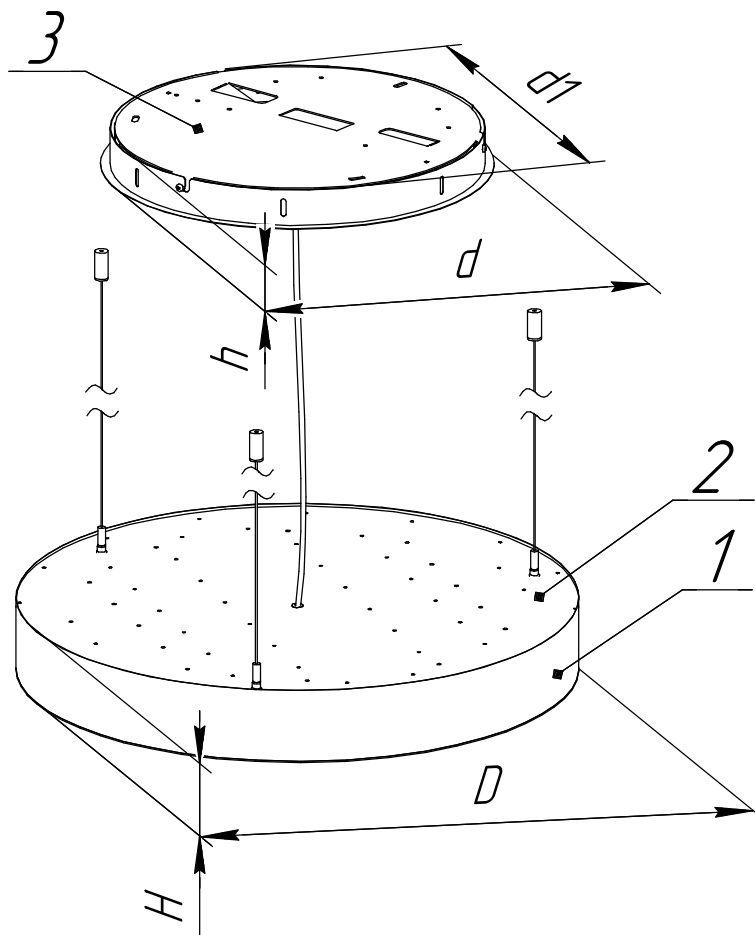

Рисунок 1 - Светильник серии ДСО33 Horizon Sun
5.11 Снимите защитную пленку с корпуса и рассеивателя поз.1 (рисунок 1)